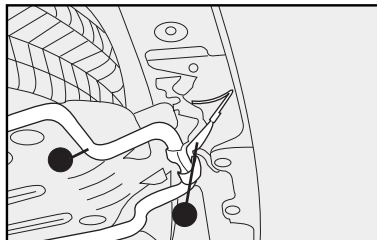

fig. 8
- Actuando por debajo del vehículo en la región del compartimiento de equipajes, mueva con una de las manos el seguro **A-fig. 8** y, simultáneamente, levante un poco
el soporte de la rueda de repuesto **B-fig. 8** para permitir que el seguro pueda ser desplazado hacia atrás y todo el conjunto del soporte de la rueda de repuesto pueda descender.